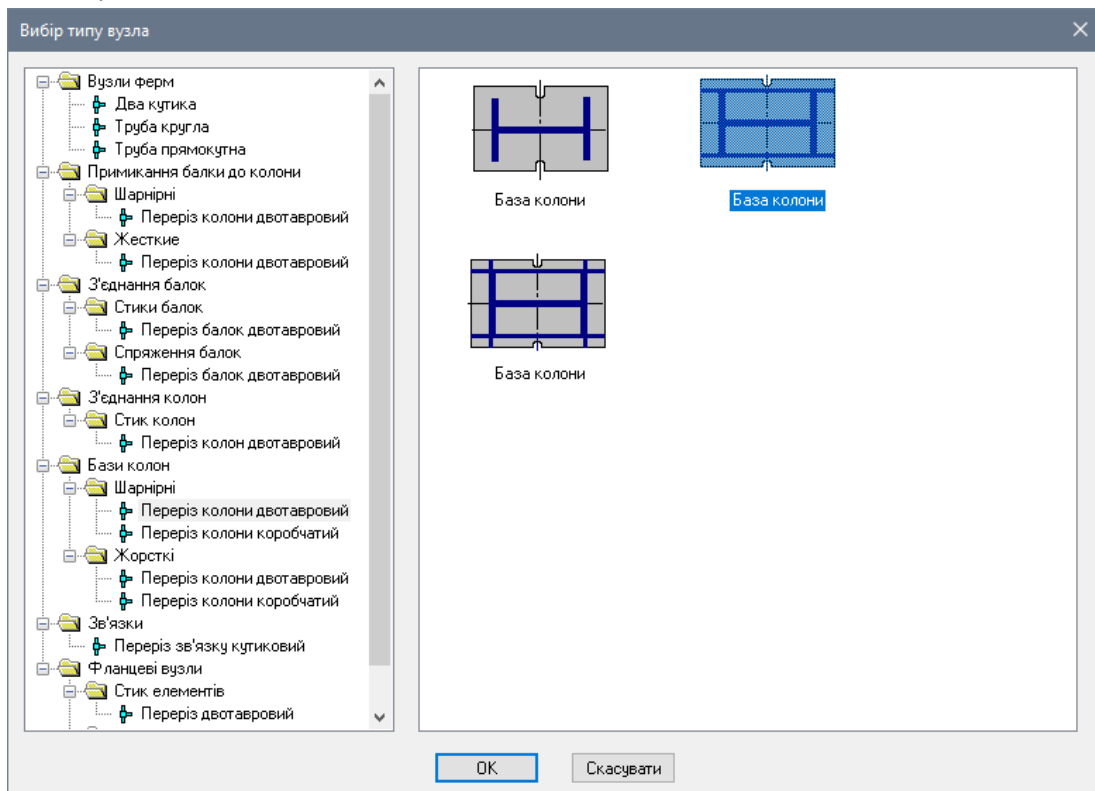

Рис. 12.30. Діалогове вікно **Вибір типу вузла**
- В правій частині вікна виберіть подвійним натисканням миші другу базу колони з траверсами, як показано на рис. 12.30.